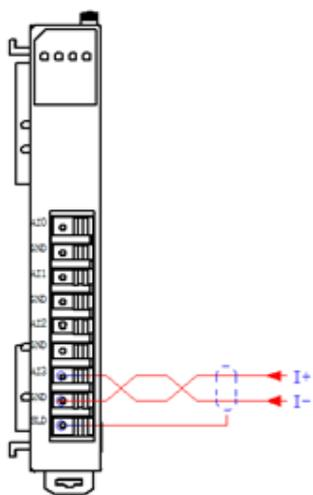

Рисунок 4-16. Схема подключения входных токовых сигналов
- На рис. 4-16 показана схема подключения модулей SM441401/SM445405/SM441833.